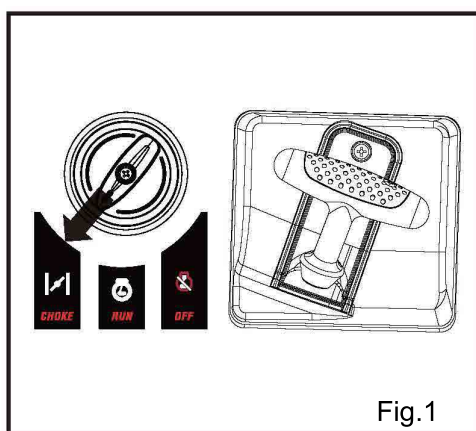

Fig.1
- Retire los tornillos que sujetan la cubierta del filtro de aire (Fig. 1).
1. Gire el control del estrangulador (Fig. 1) a CHOKE.
2. Gire el control del estrangulador (Fig. 1) a OFF.